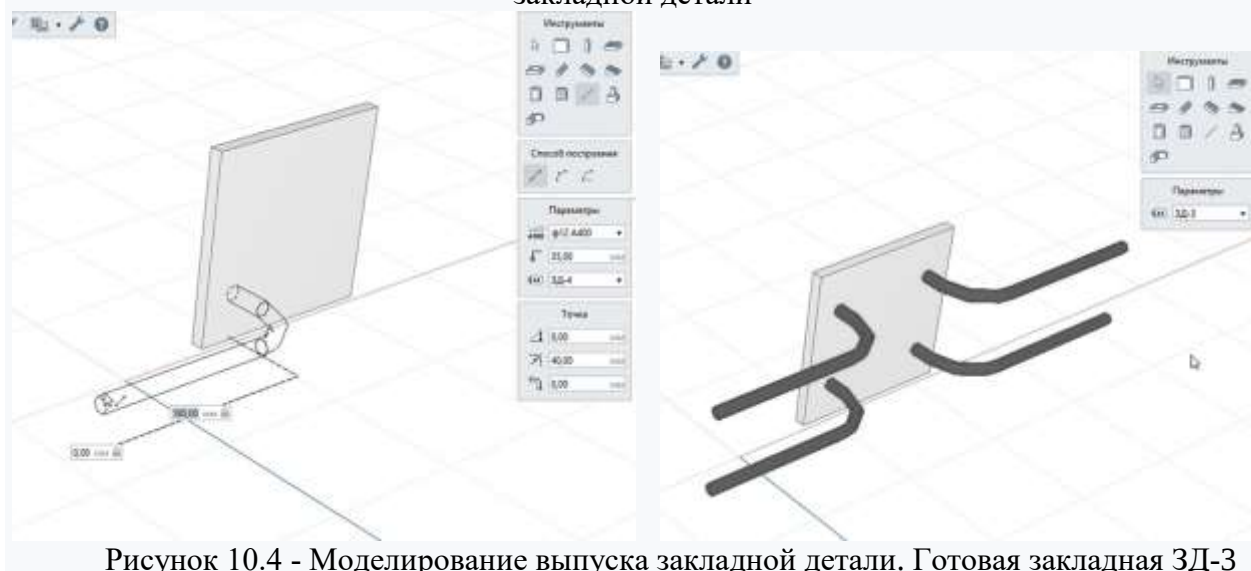

Рисунок 10.4 - Моделирование выпуска закладной детали. Готовая закладная ЗД-3
5. Переход к арматурным стержням. Необходимо добавить арматурные стержни в окне *Арматурные изделия* (рис.10.4). Делается это аналогично добавлению любых других свойств и стилей. Процесс создания арматурного стержня вручную ничем не отличается от моделирования прочих элементов. Затем с помощью копирования создаем еще три стержня и задаем марку ЖДЗ получившейся сборке (рис.10.4)